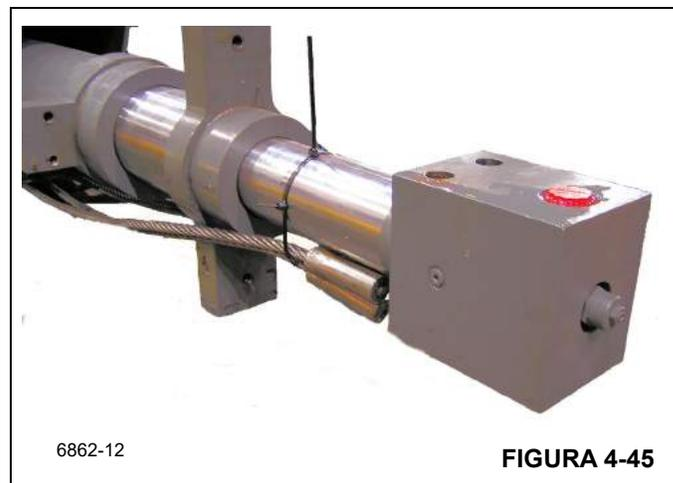

FIGURA 4-45
- 15. Gire las orejetas de montaje de la varilla del cilindro (Figura 4-45) de modo que queden verticales y pasen libres de las escuadras de montaje en la sección central exterior.
19. Ate los cables de extensión temporalmente al cilindro telescópico para mantenerlos debidamente alineados durante el armado (Figura 4-45).